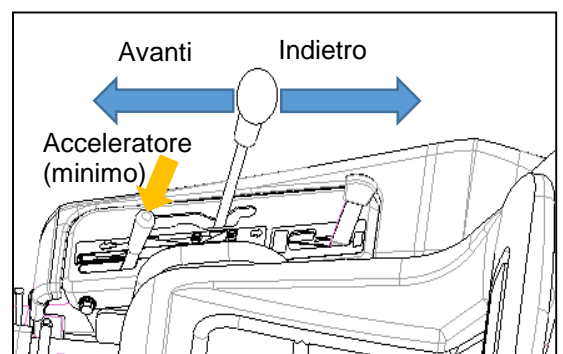

Figura 15
- **Mantenendo il motore acceso ed al minimo spostare la leva di comando avanzamento fino a metà corsa prima in avanti e poi all'indietro. Tenerla ferma in ciascuna posizione per 10 secondi, poi portare la leva in posizione di folle. Ripetere l'operazione 5 volte. (Figura 15)**